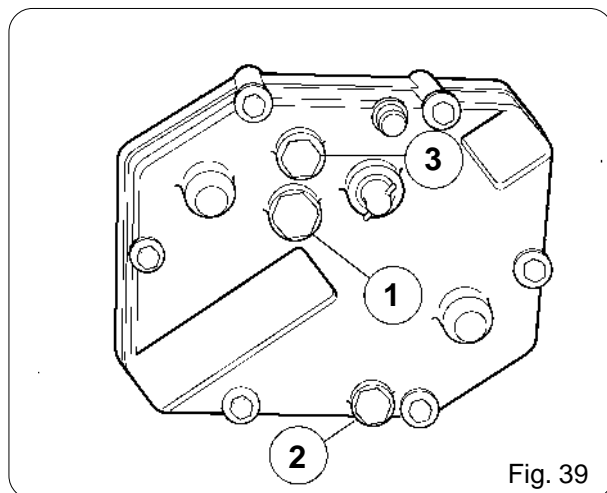

Fig. 39
- Verificare il livello di olio nella scatola cambio, eventualmente ripristinarlo fino al livello (1 Fig. 39). Nell'eseguire il ripristino, è consigliabile usare lo stesso tipo di olio (ACER 22).
- tappo scarico olio, 2 Fig. 39;
- tappo carico olio, 3 Fig. 39.
- Check the oil level in the speed change gear box and top up to level (Fig. 39, «1») whenever necessary using the same type of oil (ACER 22) whenever possible.
- oil drainage plug, 2 Fig. 39;
- oil filling plug, 3 Fig. 39.
- Den Ölstand im Getriebegehäuse überprüfen und gegebenenfalls bis zum Stand auffüllen (1 Abb. 39). Es wird empfohlen, den gleichen Öltyp (ACER 22) zum Auffüllen zu verwenden.
- Ölablaufstutzen, 2 Abb. 39;
- Öleinfüllstutzen, 3 Abb. 39.
- Contrôler le niveau d'huile dans la boîte de vitesse, et remplir le cas échéant jusqu'au niveau prévu (1 Fig. 39). Pour cette opération, nous conseillons d'utiliser le même type d'huile (ACER 22).
- bouchon vidange huile, 2 Fig. 39;
- bouchon remplissage huile, 3 Fig. 39.
- Verificar el nivel del aceite en la caja del cambio, eventualmente restablecerlo hasta alcanzar el nivel (1 Fig. 39); al efectuarel restablecimiento, tener cuidado de utilizar el mismo tipo de aceite (ACER 22).
- Tapón de desague del aceite, 2 Fig. 39;
- Tapón de carga del aceite, 3 Fig. 39.